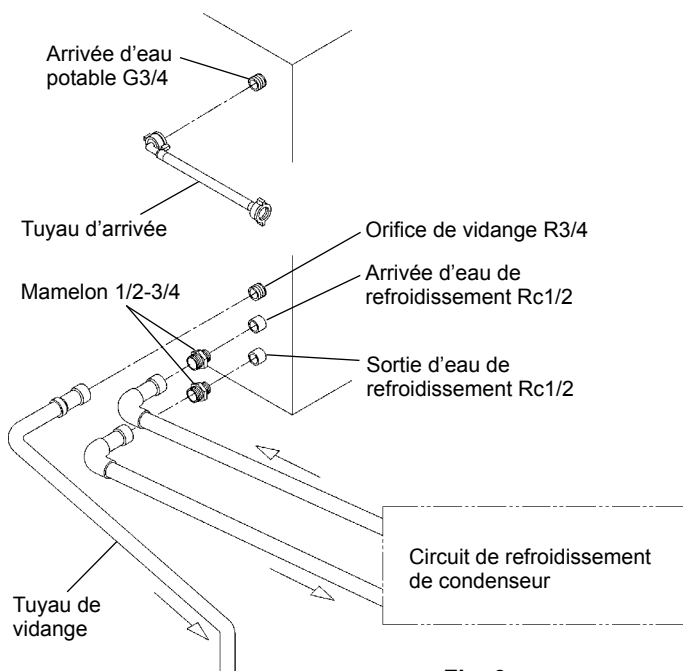

Fig. 6
- * Hoshizaki recommande de raccorder le condenseur à refroidissement par eau à un circuit fermé de type circuit de refroidissement de recirculation en utilisant une tour ou un refroidisseur d'eau (Fig. 6 et 7). L'approvisionnement en eau doit se faire par l'intermédiaire d'une vanne de barrage/d'un réservoir de barrage.
[a] Raccordements standard selon les réglementations WRC, au Royaume-Uni (Fig. 6 et 7)
5) Au moyen d'un tube rigide adéquat, reliez le circuit de refroidissement du condenseur aux extrémités libres des raccords 1/2-3/4, comme indiqué sur la Fig. 6. Il faut utiliser du ruban PTFE ou un mastic d'étanchéité adéquat pour obtenir un joint étanche.